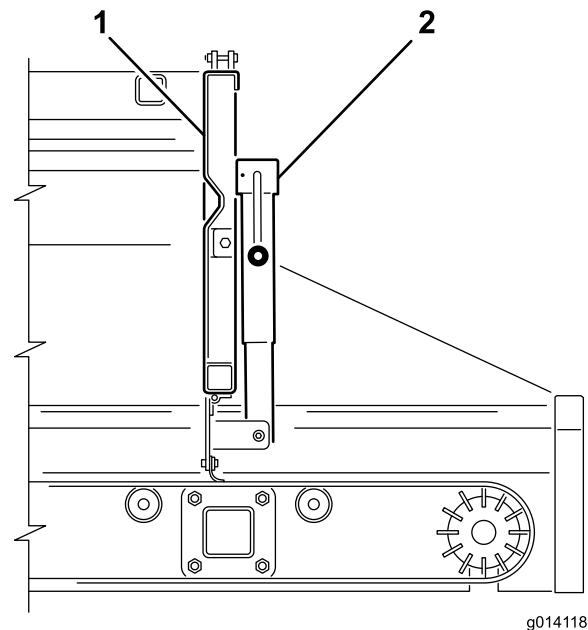
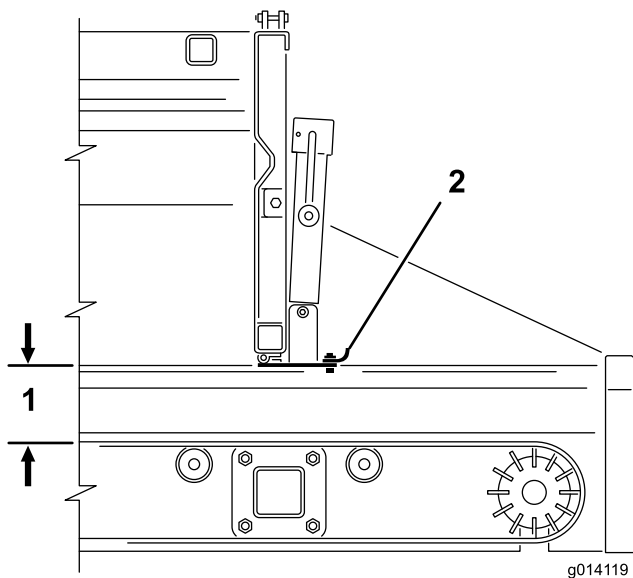

Figura 27
Figura 28
2. Usate la manovella del cavalletto per aprire o chiudere la sezione regolabile della sponda posteriore (Figura 27 e Figura 28). Questo limita il flusso del materiale quando si utilizza un accessorio.